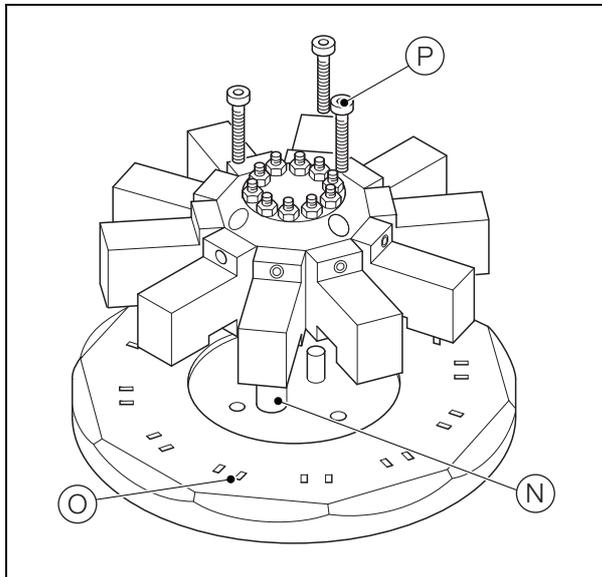

Fig. 13.3 Reinstalación del distribuidor de válvulas
6. Con referencia a Fig. 13.3:
- a. Coloque el distribuidor de válvulas sobre las espigas (N) de la placa base, asegurándose de que los terminales de cada válvula se acoplen en los conectores (O) de la placa base.
- b. Fije el distribuidor de válvulas a la placa base con los tres tornillos M4 (P).